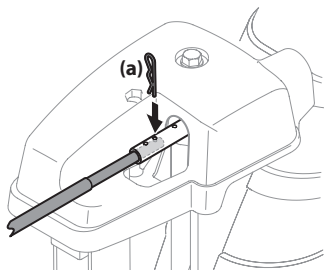

Figura 2-33
6. Oprima la varilla de control del canal hacia el panel de control hasta que el orificio de la varilla quede alineado con el orificio del medio de la entrada del control del canal e inserte el pasador de chaveta (a) que extrajo en el Paso 1. Consulte Figura 2-33.